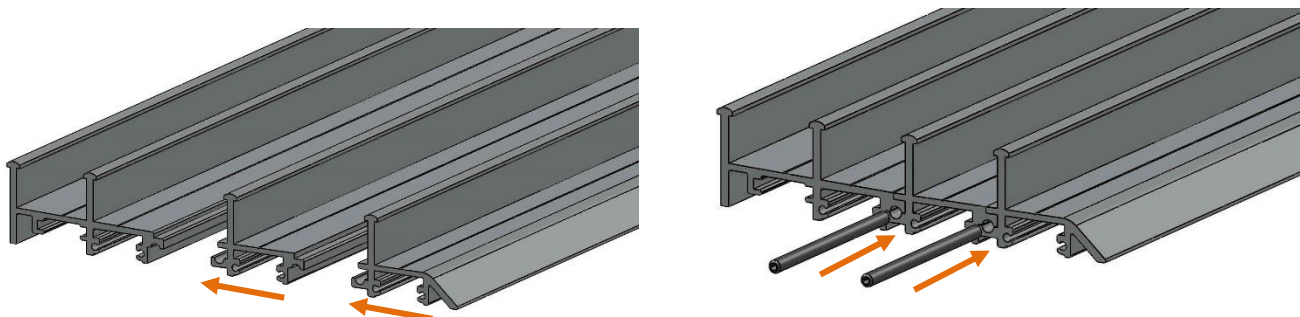

Figura 5
- Junta los carriles e insertar en los extremos del perfil los pasadores, asegurándose que queden a ras del perfil (Figura 5).